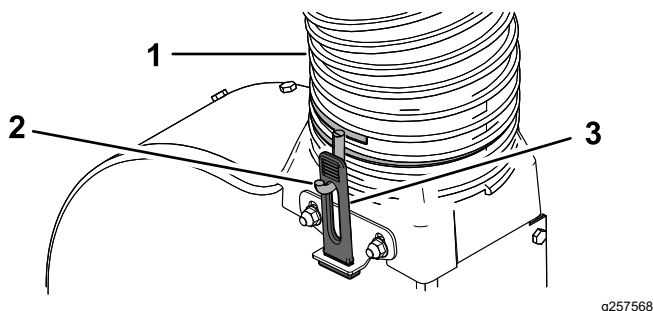

Figura 22
2. Enrosque a braçadeira de tubos na outra extremidade do novo tubo duas a três voltas (Figura 22).
3. Instale o tubo sobre a transição do soprador de forma a que o tubo forme uma curve de aproximadamente 90 graus a partir do capot. Ajuste a orientação dos ganchos da braçadeira de tubos como necessário de forma a que fiquem alinhados com os trincos de borracha e prenda o tubo esticando os trincos de borracha sobre os ganchos (Figura 22).